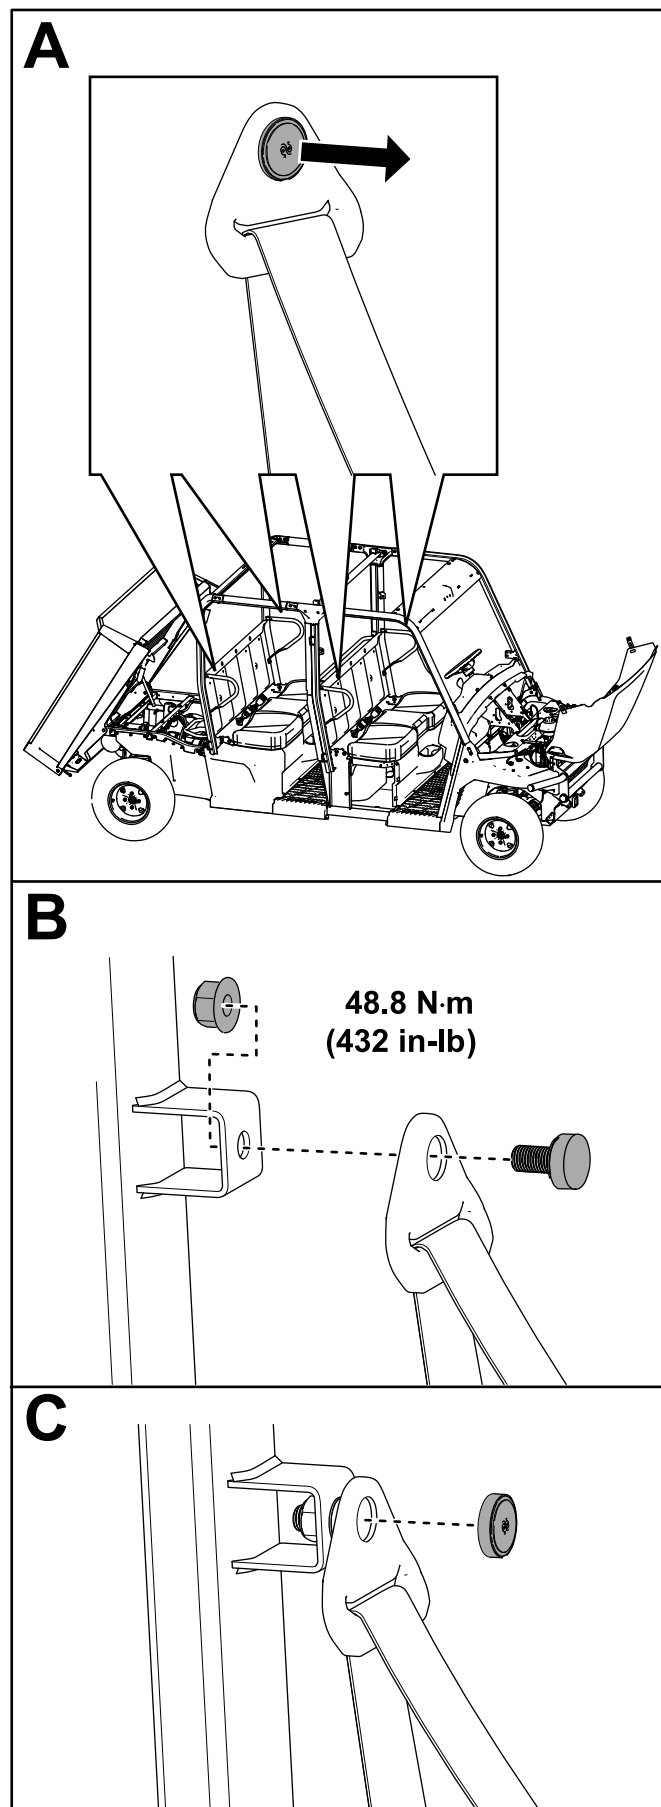

Figura 60
- A. Retire el tapón de la parte superior del cinturón de seguridad (Figura 60).
- B. Introduzca el cinturón de seguridad en el soporte del cinturón de seguridad de la barra antivuelco y sujete el cinturón con una contratuerca (7/16"), como se muestra en la Figura 60.
- Apriete la contratuerca (7/16") a 48.8 N·m (432 pulgadas-libra), como se muestra en la Figura 60.
- C. Instale el tapón (Figura 60).